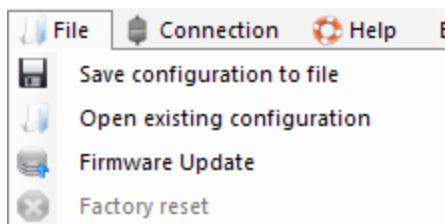

Abb. 8. Datei-Menü
1. Über das Menü “File” (Datei) (Abb. 8) können Sie: